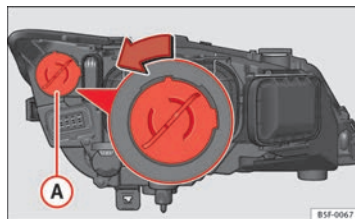

Fig. 135 Lámpara luz día
- Gire el portalámparas ⇒ fig. 135 A a la izquierda y tirar.